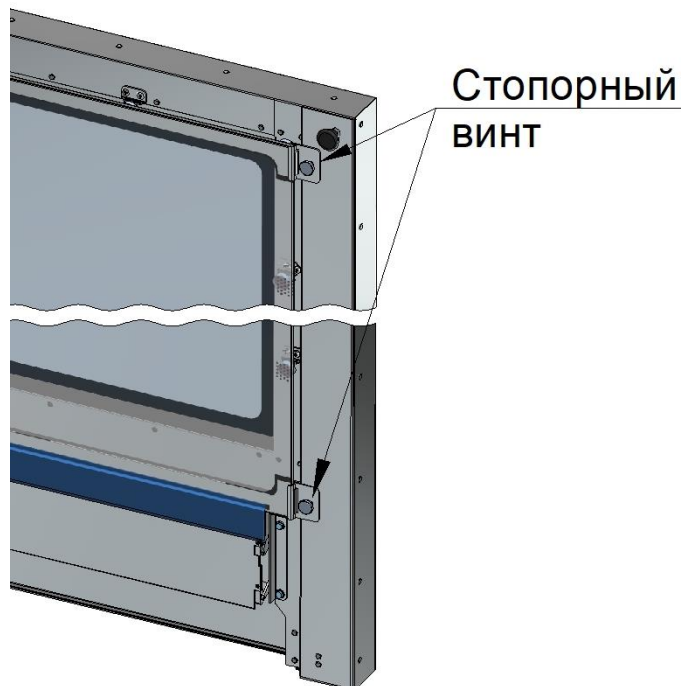

Рис. 16 Месторасположение фиксатора внутреннего стекла двери
- по мере необходимости, поверните 2 винта стекла двери (сверху и снизу) и откройте внутреннее стекло (см. рис.16).